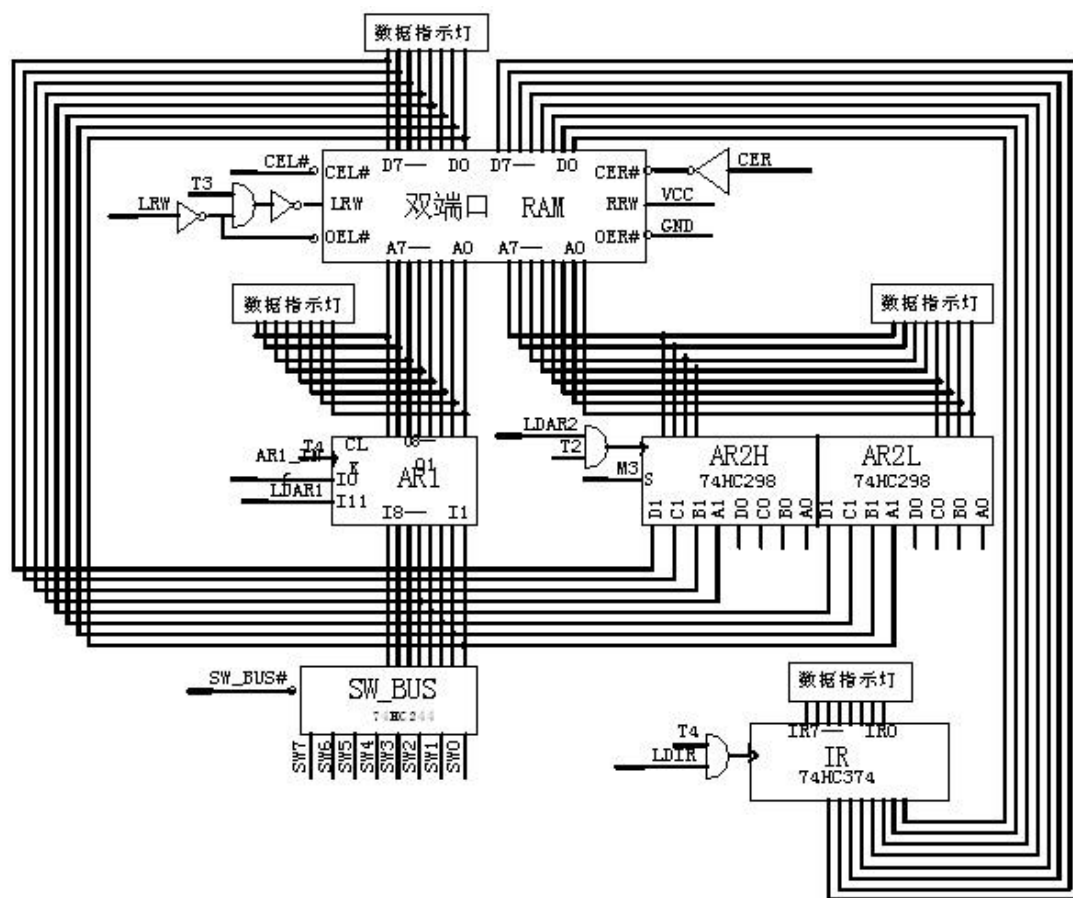

图7 双端口存储器实验电路图
图 7 示出了双端口存储器的实验电路图。这里使用了一片 IDT7132 (U36) (2048 X 8 位)，两个端口的地址输入 A8—A10 引脚接地，因此实际使用存储容量为 256 字节。左端口的数据部分连接数据总线 DBUS7—DBUS0，右端口的数据部分连接指令总线 INS7—INS0。一片 GAL22V10 (U37) 作为左端口的地址寄存器 (AR1)，内部具有地址递增的功能。两片 4 位的 74HC298 (U28、U27) 作为右端口的地址寄存器 (AR2H、AR2L)，带有选择输入地址源的功能。使用两组发光二极管指示灯显示地址和数据：通过开关 IR/DBUS 切换显示数据总线 DBUS 和指令寄存器 IR 的数据，通过开关 AR1/AR2 切换显示左右两个端口的存储地址。写入数据由实验台操作板上的二进制开关 SW0—SW7 设置，并经过 SW_BUS 三态门 74HC244 (U38) 发送到数据总线 DBUS 上。指令总线 INS 上的指令代码输出到指令寄存器 IR (U20)，这是一片 74HC374。
(1) 按图 7 所示，将有关控制信号和二进制开关对应接好，仔细复查一遍，然后接通电源。
(2) 将数码开关 SW0—SW7（SW0 是最低位）设置为 00H，将此数据作为地址置入 AR1；然后重新设置二进制开关控制，将数码开关 SW0—SW7 上的数 00H 写入 RAM 第 0 号单元。依此方法，在存储器 10H 单元写入数据 10H，20H 单元写入 20H，30H 单元写入 30H，40H 单元写入 40H，共存入 5 个数据。